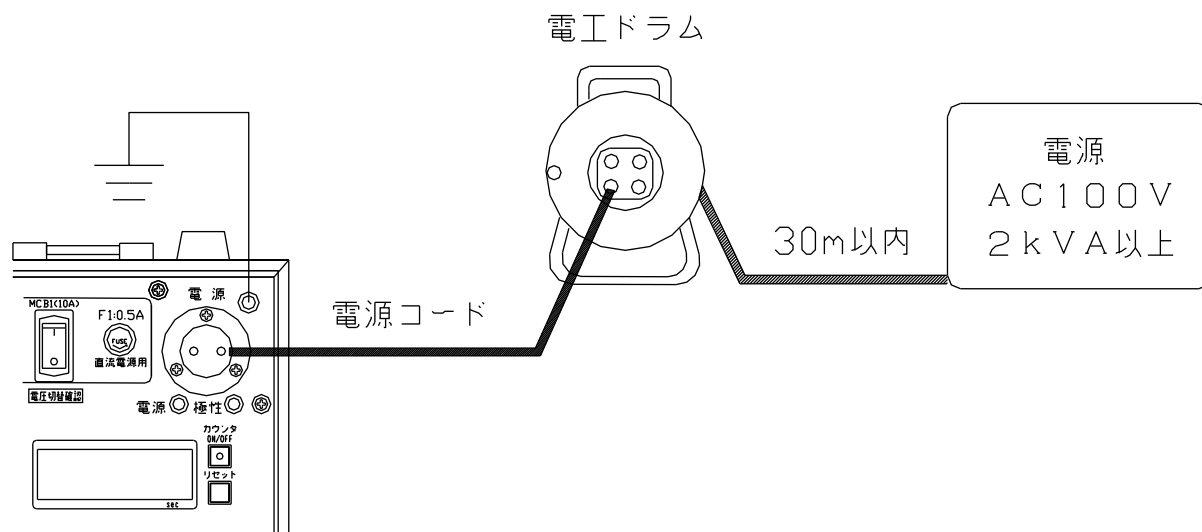

図1：電源の供給方法
2. 試験装置の電源を準備します。商用電源又は、発電機（2 kVA以上）でコードリールは30m以内にし、ドラム内に巻き残しのないようにすべて引き出して下さい。（図1）コードリール等を多く使用すると、電源のインピーダンスが高くなるため大きな電流が出力出来ない場合があります。